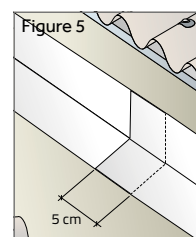

Figure 5
- Les recouvrements du Parathane Mat doivent être d'au moins 5 cm (figure 5).